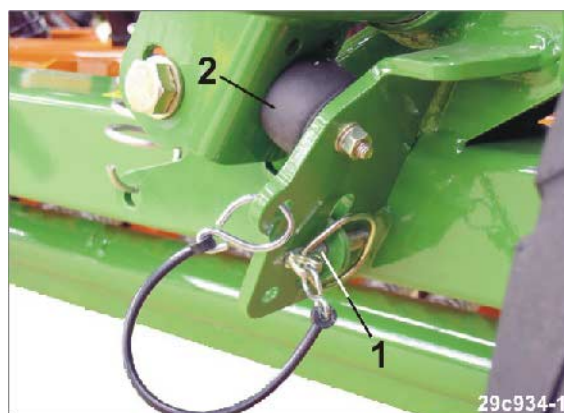

図 153
4.1 トラックマーカ敷設装置はゴム緩衝器 (図 153/2) に対して押し付け、リンチピン (図 153/1) を差し込みます。